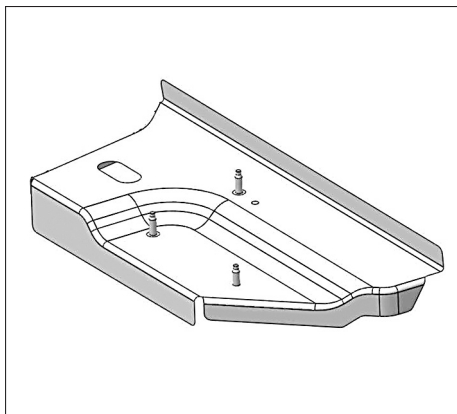

FIG. 124
- Identification de la pièce de rechange (Fig.124).